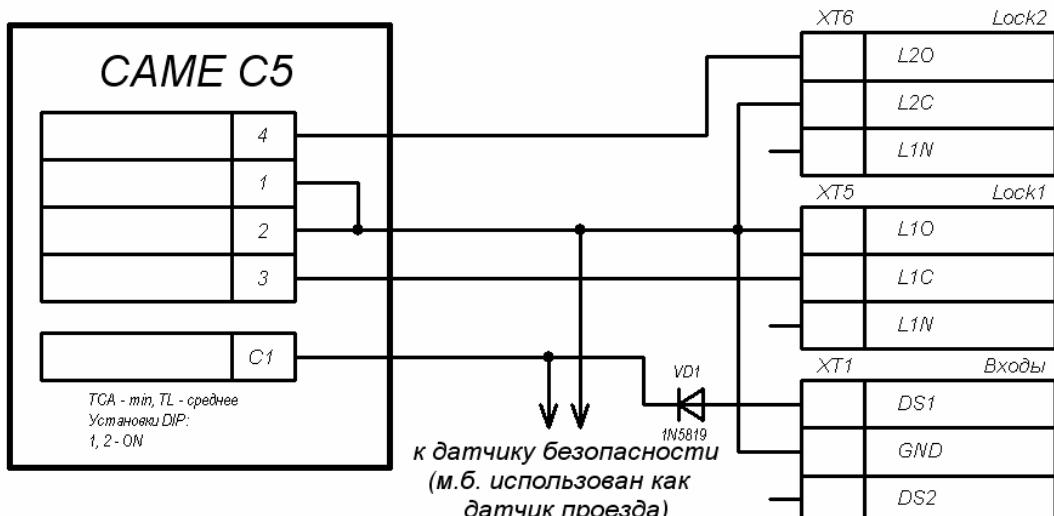

Рисунок 7. Схема подключения шлагбаума SAME с блоком управления C5 к контроллеру автотранспортной проходной
- Схема подключения шлагбаума *CAME* с блоком управления *C5* представлена на рис. 7.